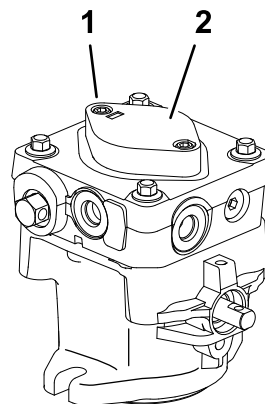

Bild 51
7. Lösen Sie zwei Innensechskantschrauben nur um 1,5 Umdrehungen, um die Ladepumpe vorzubereiten (Bild 51). Stellen Sie sicher, dass der Motor nicht läuft. Heben Sie das Ladepumpengehäuse an und warten Sie, bis Öl gleichmäßig unter dem Gehäuse austritt. Ziehen Sie die Kopfschrauben an. Tun Sie dies für beide Pumpen.